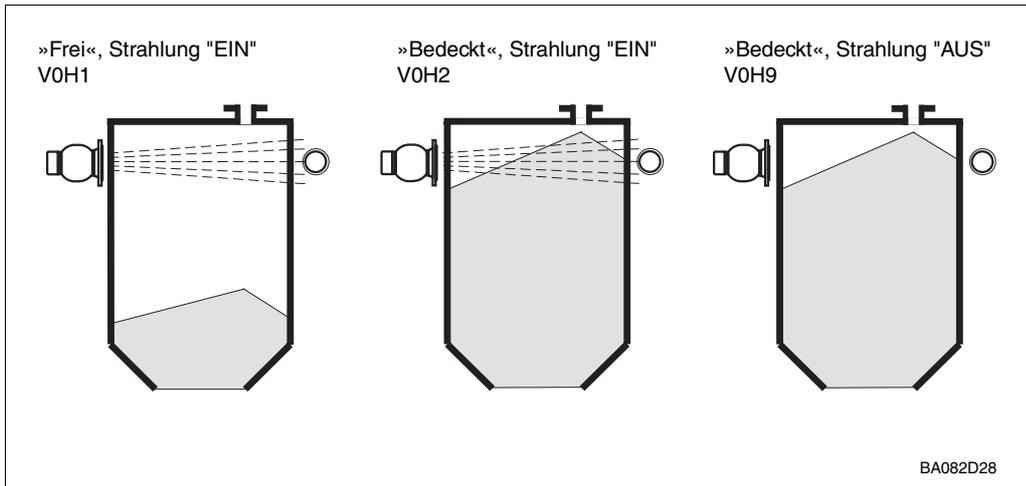

Abb. 4.1: Parameter des Standardabgleiches
- die Zählrate für einen freien Strahlengang in V0H1 (s. Abb. 4.1)
- die Zählrate für einen bedeckten Strahlengang in V0H2 (s. Abb. 4.1)